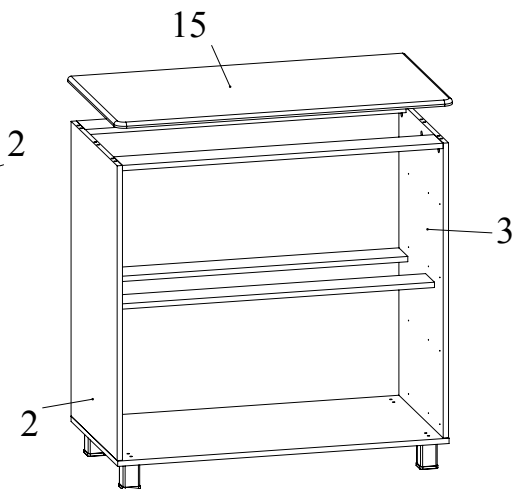

Рис.7
10. Установить крышку 15 на боковины 2, 3 и зафиксировать, повернув конфирматным ключом головки минификсов по часовой стрелке до упора (Рис. 7).